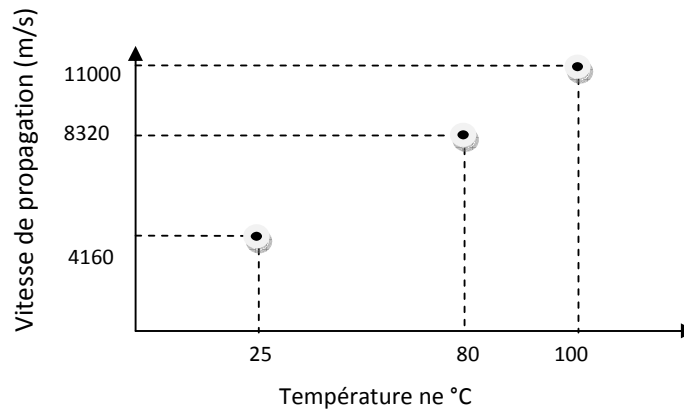

Figure 2
- c. Si la vitesse de propagation dans le substrat tantalate de lithium (LiTaO3) varie en fonction de la température comme représenté dans la figure 2, tirer la nouvelle température qui a causée la fréquence de résonance du SAW MEMS devient 208 Hz .